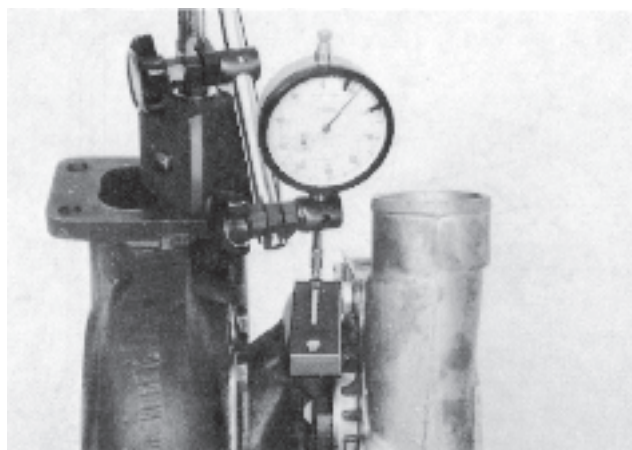

Fig. 160 Mesure du jeu radial, AiResearch T-04B
2. Placer un comparateur à cadran comme l'indique la figure 160 de façon à ce que la touche repose contre le dispositif de mesure de l'outil de contrôle.